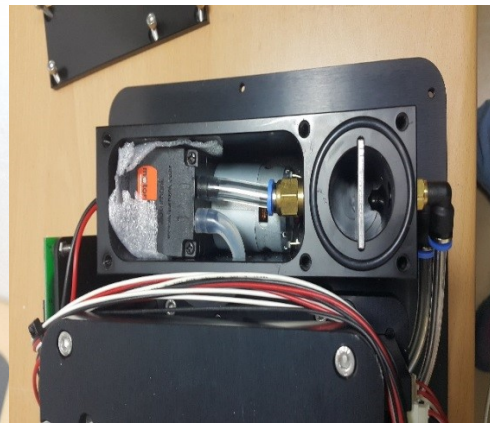

Abbildung 9-5
- 9.2.3 Öffnen Sie den Tank und überprüfen Sie, ob sich Wasser im Tank angesammelt hat. Sollte dies der Fall sein, so muss der Motor ausgetauscht werden, da die Wahrscheinlichkeit groß ist, dass sich auch das Innere des Pumpenmotors mit Wasser gefüllt hat. (**Abbildung 9-5**)